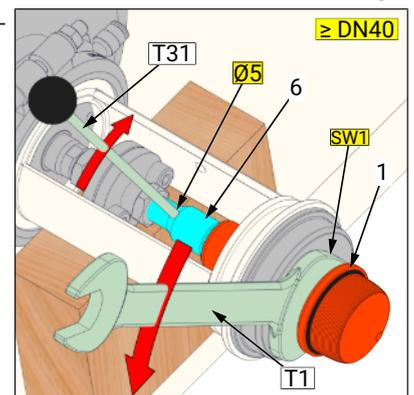

Abbildung 4
- Abb. 4: Ausbau über Schlüssel­fläche (SW1) (\geq DN40)
- Damit die Bohrung (B1) sichtbar wird, muss zuerst der Einsatz (2) abgezogen werden.
- Mit einem Zapfenschlüssel (T10) den Kolben (1) bzw. Regelkegel (Sk_m) aus der Spindel (6) ausschrauben. Mit einem Rundstab (T31) an der Spindel (6) über die Bohrung (Ø5) gehalten.